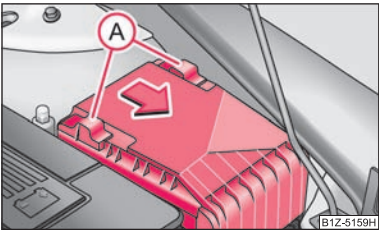

Fig. 144 Cubierta de fusibles en el vano motor
- Desplazar el estribo de seguridad (A) ⇒ fig. 144 hasta el tope; detrás del estribo de seguridad aparecerá el símbolo , retirar la cubierta.